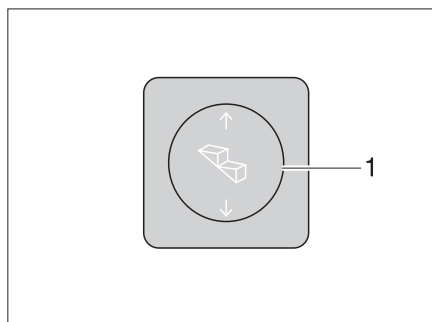

Figura 1 Conmutador de mando de escalón de entrada
- Pulsar el interruptor basculante (Figura 1,1) por abajo hasta que esté completamente extraído el escalón de entrada.
- Pulsar el interruptor basculante (Figura 1,1) por arriba hasta que haya introducido completamente el escalón de entrada.